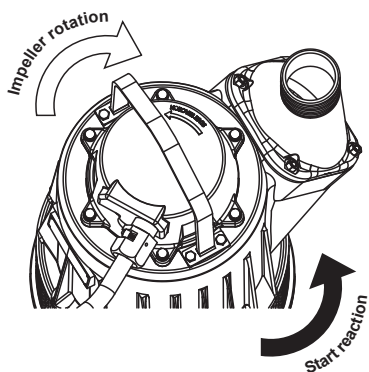

Imagen 1: Sentido de giro
- Compruebe el sentido de giro, debería dar una sacudida en la dirección de la flecha que está sobre la bomba (sentido antihorario). Para cambiar la dirección de giro, cambie dos fases. (Imagen 1)
- Compruebe el aislamiento entre el extremo del cable/clavija y la puesta a tierra. **¡Importante!** NO PRUEBE CON EL MEGGER BOMBAS DE 1000V CON EL DIODO DE COMPROBACIÓN DE MASA (GC) CONECTADO.